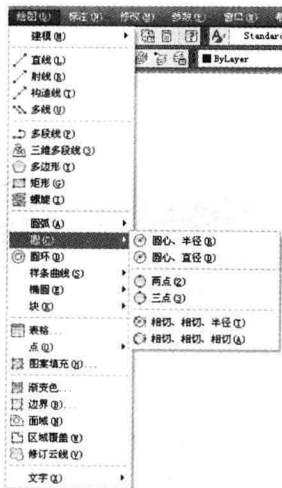

图 1-2 带有子菜单的菜单命令
(1) 带有子菜单的菜单命令。这种类型的菜单命令后面带有小三角形。例如, 选择菜单栏中的“绘图”→“圆”命令, 系统就会进一步显示出“圆”子菜单中所包含的命令, 如图 1-2 所示。